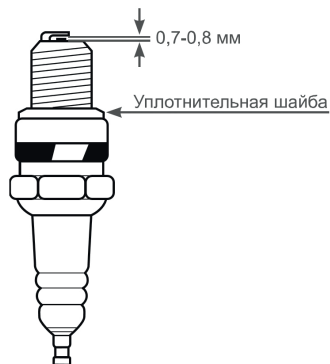

Рис. 17. Обслуживание свечи зажигания
4. Измерьте зазор между электродами свечи зажигания специальным щупом. Зазор должен быть 0,7-0,8 мм (Рис. 17). При увеличении, или уменьшении требуемого зазора, рекомендуется заменить свечу, так как регулировка зазора может привести к изменению качества искрообразования.